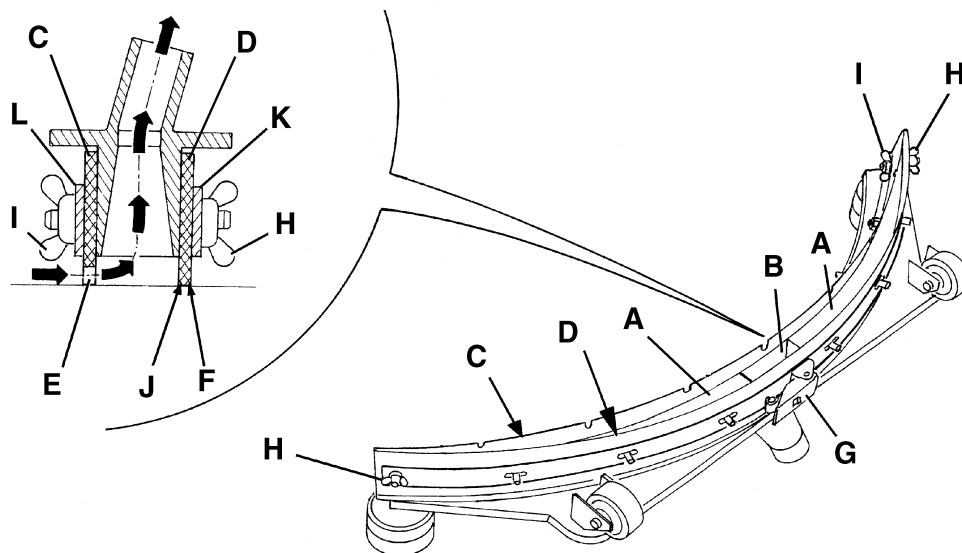
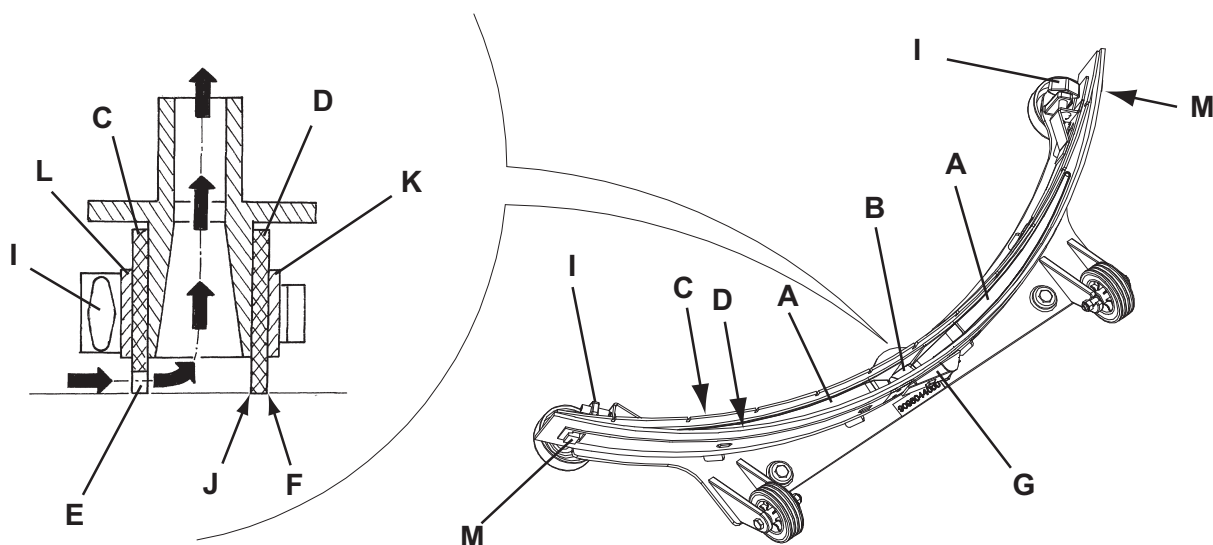

Figure 6
Figure 7
3. Baisser l'embouchure (25) au moyen du levier (10).
4. Desserrer les boutons (26) et déposer l'embouchure (25).
5. Déconnecter le tuyau d'aspiration (15) de l'embouchure.
6. Laver et nettoyer l'embouchure en acier (Fig. 6) ou en aluminium (Fig. 7). Nettoyer en particulier les compartiments (A, Fig. 6 ou 7) et l'orifice (B). Contrôler que la lamelle en caoutchouc avant (C) et la lamelle en caoutchouc arrière (D) sont intactes et qu'elles ne présentent pas de coupures ou déchirures ; dans le cas contraire, les remplacer (voir la procédure au paragraphe suivant).
1. Nettoyer l'embouchure en acier (Fig. 6) ou en aluminium (Fig. 7) comme indiqué au paragraphe précédent.
2. Contrôler que les bords (E, Fig. 6 ou 7) de la lamelle en caoutchouc avant (C) et les bords (F) de la lamelle en caoutchouc arrière (D) se posent simultanément sur le marbre de contrôle, et en toute leur longueur ; en cas contraire, régler leur hauteur en procédant selon les instructions suivantes :
- Dégager le tirant (G, Fig. 6 ou 7) et desserrer les écrous papillons (H, Fig. 6) ou décrocher les dispositifs de retenue (M, Fig. 7) ; régler la lamelle en caoutchouc arrière (D, Fig. 6 ou 7), puis serrer les écrous papillons ou accrocher les dispositifs de retenue et engager le tirant.
- Desserrer les boutons (I) et régler la lamelle en caoutchouc avant (C, Fig. 6 ou 7), puis serrer les boutons.
3. Contrôler que la lamelle en caoutchouc avant (C, Fig. 6 ou 7) et la lamelle en caoutchouc arrière (D) sont intactes et qu'elles ne présentent pas de coupures ou déchirures ; en cas contraire, les remplacer en procédant comme suit. Contrôler que l'arête (J) de la lamelle en caoutchouc arrière n'est pas usée ; en cas contraire, tourner la lamelle en caoutchouc, en remplaçant l'arête usée avec l'une des trois arêtes intactes. Si toutes les arêtes sont usées, remplacer la lamelle en caoutchouc en procédant comme suit :
- Dégager le tirant (G), déposer les écrous papillons (H) ou décrocher les dispositifs de retenue (M), remplacer la bande de retenue (K) et remplacer/tourner la lamelle en caoutchouc arrière (D).